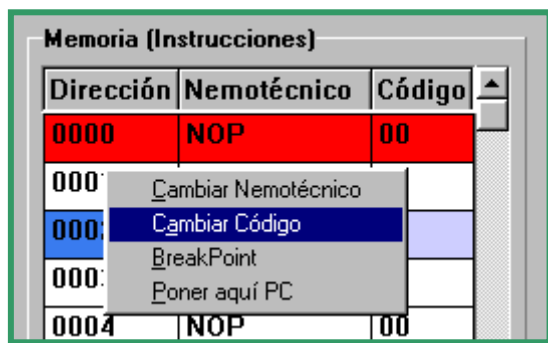

Figura 4.14. Menu emergente para as instruções.
- Ir ao endereço...: Aparece a janela da figura 4.14 na qual se pode introduzir um endereço da memória de instruções (entre 0000h e FFFFh).